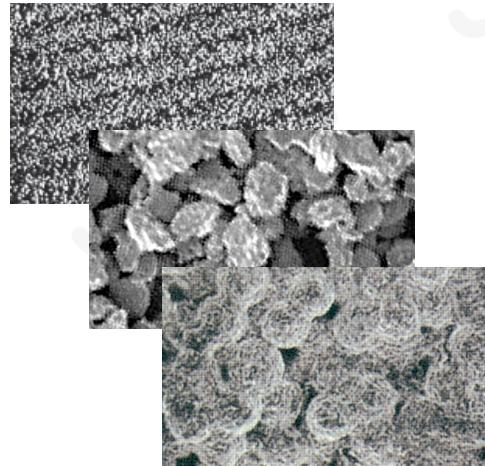

图 2
2. HARMONY 柄体采用 Ti6Al4V，弹性模量趋近人骨。表面应用真空等离子技术形成的微孔涂层，具有结合强度 $\geq 50\text{ MPa}$ ，空隙率 $> 35\%$ 的特征，此特征为骨的长期长入提供了基床。微孔涂层表面覆盖一层 50 μm 的 HA 涂层（见图 2），涂层厚度和材料特性带来了早期骨诱导生长良好的临床表现。